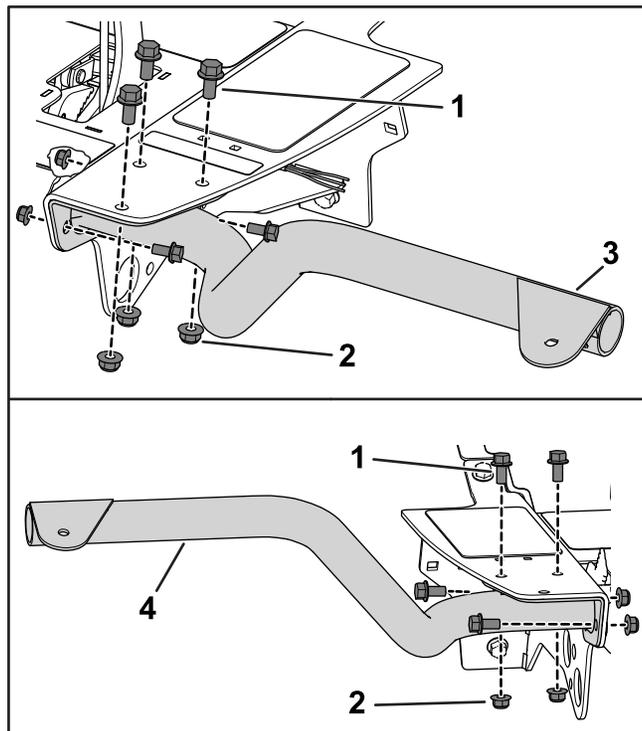

Bild 2
4. Befestigen Sie die rechte Scheinwerferbefestigung mit vier Sechskantschrauben ($\frac{3}{8}$ " x $\frac{3}{4}$ ") und vier Bundmuttern ($\frac{3}{8}$ ") an der rechten Bodenhalterung (Bild 2).